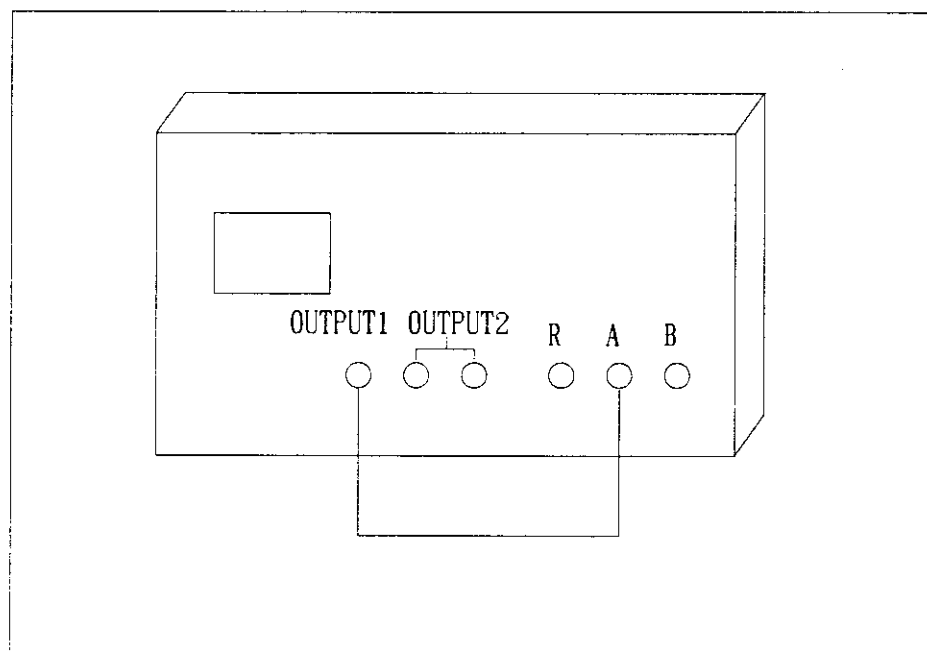

図2-1 出力レベル設定時の接続
- 2 図2-1 のように、OUTPUT1コネクタと Aコネクタをケーブルで接続して下さい。